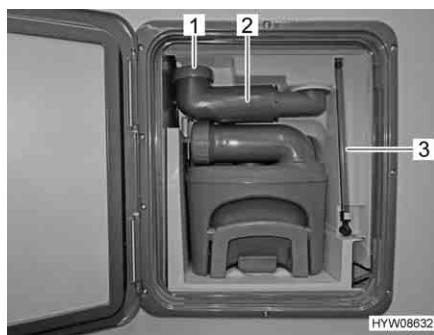

Fig. 105 Serbatoio fiscale
- Controllare il livello dell'acqua nel tubo di rifilusso (Fig. 105,3). Il livello dell'acqua nel tubo di rifilusso corrisponde al livello dell'acqua nella cassetta dell'acqua di risciacquo.
- Ruotare verso l'esterno il bocchettone di riempimento (Fig. 105,2).
- Svitare il coperchio (Fig. 105,1).
- Sganciare il tubo di rifilusso (Fig. 105,3) e ruotarlo verso il basso.